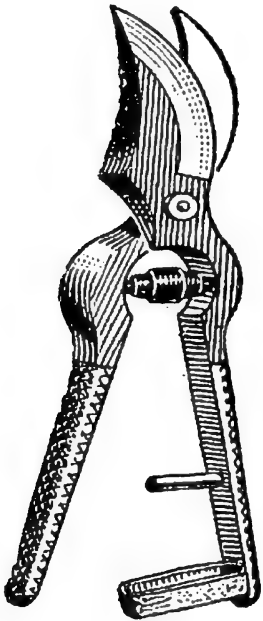

Fig. 9.
**7. Quelques instruments semblables aux ciseaux.** — Pour couper des rameaux, parfois assez résistants, le jardinier se sert d'un *sécateur* (fig. 9) : les lames en sont épaisses et courtes, et les poignées sont nettement plus longues que celles des ciseaux :